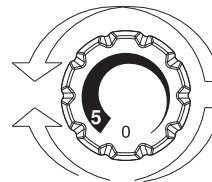

Fig. 2
- La regolazione della temperatura per entrambi i compartimenti si effettua ruotando la manopola del termostato (Fig. 2).